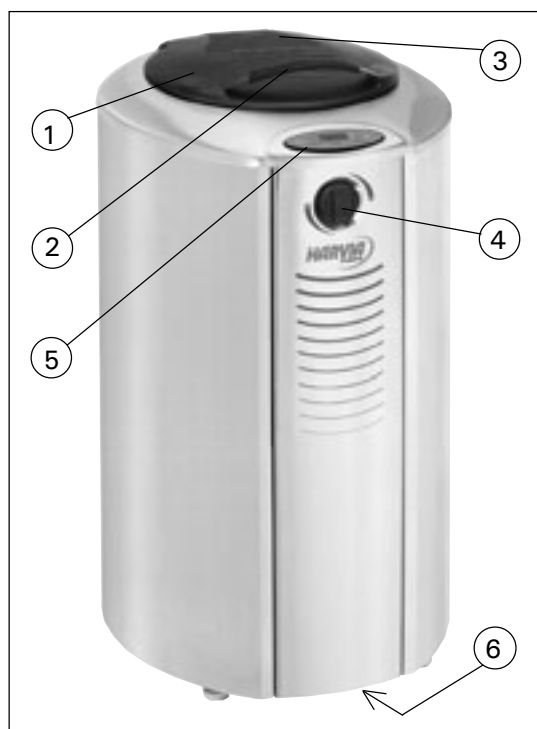
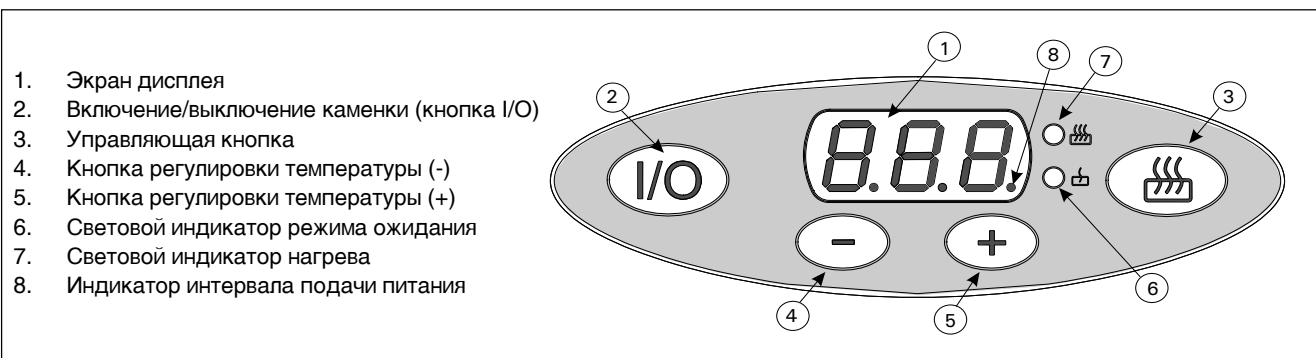

Рис. 1. Детали каменки
Рис. 2. Блоки управления каменкой
Кнопка I/O используется для включения и выключения нагревательных элементов. Чтобы кнопка работала, должен быть включен электрический выключатель (см. рис. 1 и 5). Под кнопкой I/O горит индикатор, указывающий на то, что используется режим ожидания. При включении каменки на дисплее некоторое время показывается заводская настройка «180». Это наименьшая температура, которую можно задать. После этого на дисплее показывается значение от 40 до 60, соответствующее наименьшей температуре в пространстве для камней, которая может отображаться на дисплее. В рабочем диапазоне температур (от 180 до 280) точность показаний дисплея составляет (+/-) 2 °С.
Когда каменка включается на полную мощность (HI) с помощью кнопки управления, температура каменки устанавливается на уровне 300 °С. Это значение температуры нельзя задать с помощью кнопок регулировки температуры 4 и 5 (рис. 2). Если крышка каменки закрыта, когда каменка работает на полную мощность, то заданная температура в пространстве для камней (300 °С) достигается быстрее.
(рис. 1). Большое пространство для камней необходимо прогреть в режиме полной мощности по меньшей мере в течение двух часовых периодов, чтобы гарантировать достаточно высокую температуру в этом пространстве. Когда каменка включается первый раз, и сама каменка, и камни являются источником запаха. Чтобы избавиться от запаха, необходимо хорошо проветрить сауну. Эти действия следует предпринять также при перемещении и добавлении камней в каменку.
Чтобы включить каменку, нажмите кнопку **I/O**. На дисплее показывается значение от **40 до 60**, соответствующее наименьшей температуре в пространстве для камней, которую можно отобразить. Световой индикатор 6 (рис. 2) мигает, указывая на то, что через нагревательные элементы протекает ток, а индикатор 7 (рис. 2) мигает, сообщая о том, что сейчас можно задать температуру. Температуру в пространстве для камней можно задать с помощью кнопки **+** (5, рис. 2); максимальное значение — 280 градусов по Цельсию. Кнопка «минус» (4, рис. 2) используется для снижения слишком высокой заданной температуры (мин. 180 °C).
можно отслеживать по индикатору интервала подачи питания 8 (рис. 2). См. раздел «Дисплей».
Чтобы включить режим полной мощности, нажмите один раз управляющую кнопку 3 (рис. 2). На дисплее 1 (рис. 2) показывается, что используется состояние HI (= режим полной мощности). Через некоторое время на дисплее появится текущее значение температуры в пространстве для камней. В состоянии HI температура в пространстве для камней растет до заданного значения 300 °С. Режим полной мощности включается только на один час, после чего каменка автоматически переключается в состояние LO: при этом загорается индикатор 6 (рис. 2). После первоначального прогрева необходимо закрыть крышку каменки и заслонку циркуляции воздуха. Если из пространства для камней исходит запах, крышку и заслонку можно оставить открытыми на некоторое время при работе каменки в режиме полной мощности (HI).
Когда крышка каменки 1 (рис. 1) и заслонка циркуляции воздуха 4 (рис. 1) открыты, поток воздуха, проходящий через горячие камни (около 300 градусов по Цельсию) и нагревательные элементы, начинает прогревать помещение. Чтобы компенсировать потери тепловой энергии, полученной камнями в режиме ожидания, за счет охлаждающего эффекта потоков воздуха и воды, выплескиваемой на камни, каменку во время принятия сауны следует перевести в режим полной мощности с помощью кнопки 3 (рис. 2). На дисплее некоторое время будут показываться буквы HI, указывающие на то, что используется режим полной мощности а индикатор 7 горит (рис. 2).
Во время принятия сауны используйте регулятор заслонки циркуляции воздуха 4 (рис. 1) для управления потоком воздуха. Регулятор влияет на положение заслонки, расположенной под пространством для камней. Регулятор следует сначала установить в полностью открытое положение, чтобы температура повышалась быстрее. Если температура растет слишком быстро, то ее можно регулировать, закрывая заслонку циркуляции воздуха. Попробуйте несколько разных положений, пока не найдете